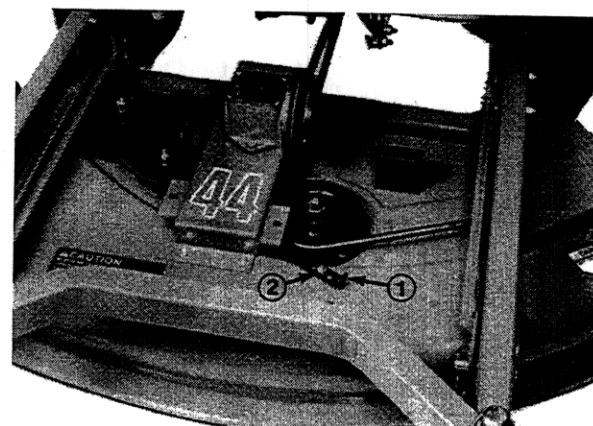

Figure 11
2. Enlever l'écrou de fixation du point d'ancrage du ressort sur la vis à tête dans le carter (Fig. 11). Enlever le point d'ancrage de la vis à tête et tirer pour augmenter la tension de la courroie. La tension est correcte quand une force de 13,5-18 kg est appliquée au ressort.